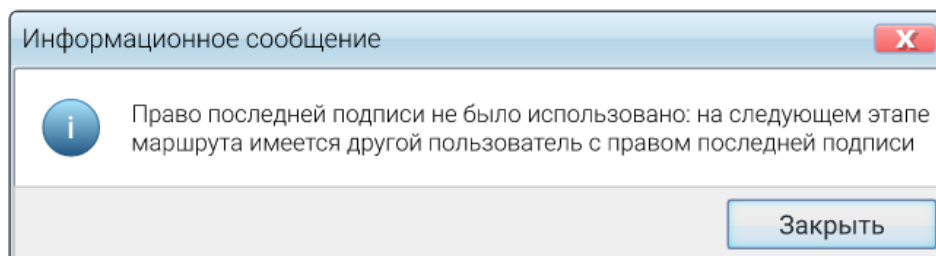

Рисунок 12.41 – Информационное сообщение
- отобразится модальное окно «Информационное сообщение» (Рисунок 12.41).